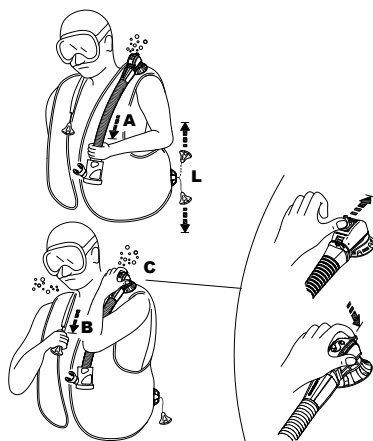

fig. 7
- a) tirando leggermente sull'assieme tubo corrugato (fig. 7 - A).
- b) spingendo di lato il pulsante che sporge fuori dalla cassa della valvola (fig. 7 - C) (Brev.): questo sistema può anche essere utile per scaricare il sacco di un altro subacqueo in difficoltà (panico, stato d'incoscienza, ecc.)
- Il gruppo di scarico manuale (monocomando) presenta infatti un pulsante di scarico supplementare (brevettato) sul gomito corrugato che quando viene azionato (fig. 7-C) scarica il sacco, ad es. in caso di difetto dello stesso monocomando (cavetto interno, pernetti di fissaggio rotti, ecc.) o mentre si respira con l'AIR 2.
Valvola di scarico manuale sulla spalla (fig. 7-B)
La valvola sulla spalla destra, si aziona tirando leggermente il pomolo, collegato ad essa da un cordino (fig. 7 - B). Per attivare la valvola di scarico manuale, posizionarsi in modo che la valvola sia in posizione superiore rispetto al jacket.
Attivare la valvola di scarico fino a quando si è raggiunto il valore di galleggiabilità desiderato. Per chiudere la valvola smettere di tirare il pomolo (fig. 7-B)
Valvola di scarico manuale inferiore (fig. 7-L)
Questa valvola, che ha doppia funzione, è collocata dietro e in basso sul jacket: serve per scaricare aria quando il subacqueo è in posizione orizzontale o a testa in giù, tirando il pomolo collegato ad essa con un cordino. (fig. 7-L)
I dispositivi di scarico con la massima portata di scarico del gas, sono la valvola sulla spalla (fig. 7-B) e la valvola inferiore (fig. 7-L).